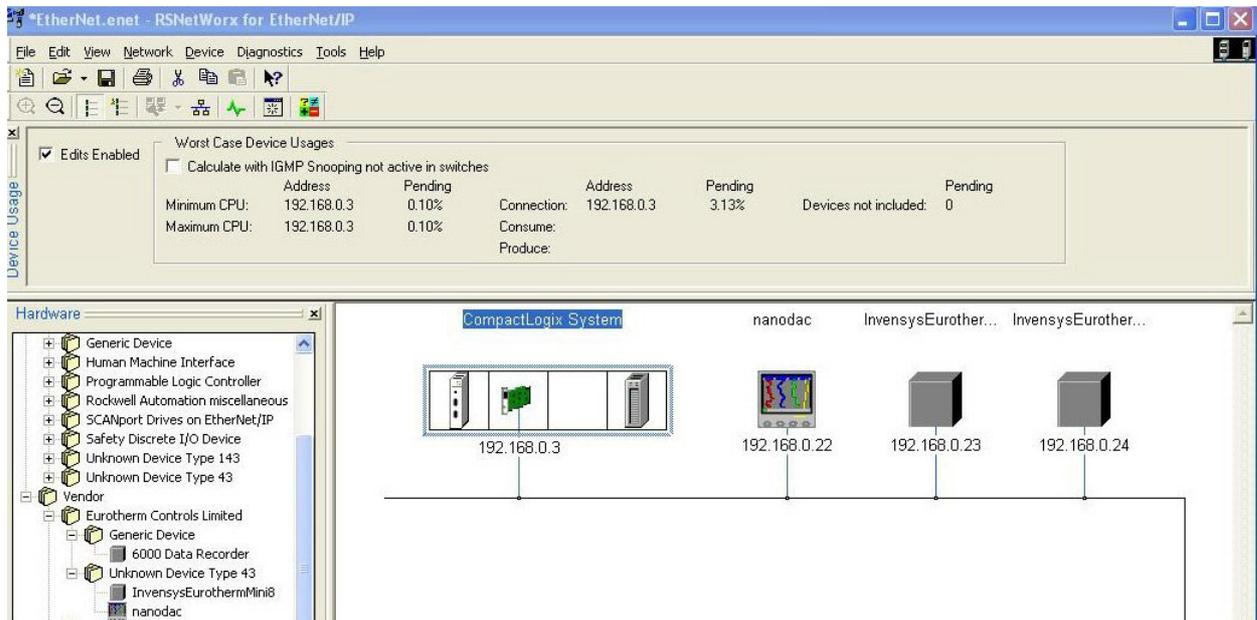

Figure 95 Exemple de produits Eurotherm sur un réseau EtherNet/IP
4. Glisser et déposer les dispositifs depuis la liste des matériels enregistrés pour créer le réseau. Figure 95 montre un exemple de deux régulateurs Mini8 sur un réseau avec un régulateur nanodac.